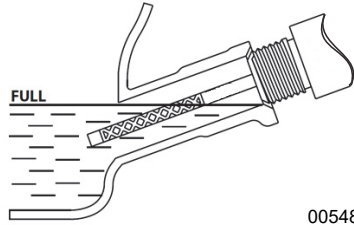

Figura 4-2. Rango de funcionamiento seguro
4. Para comprobar el nivel de aceite, inserte la varilla en la boca de llenado de aceite sin enroscarla. Consulte la Figura 4-2.
- Para comprobar el nivel de aceite, saque el embudo e inserte la varilla en la boca de llenado de aceite sin enroscarla. Consulte la Figura 4-2.